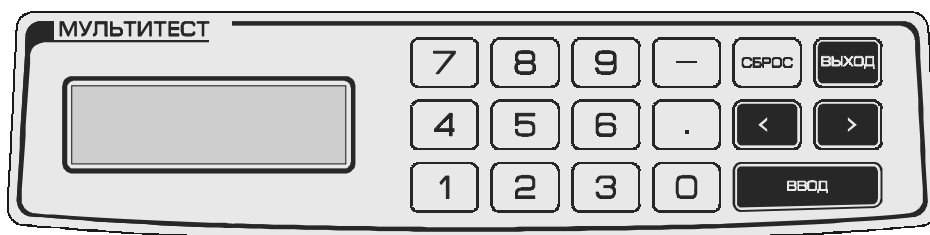

Рис. 1. Вид лицевой панели.
3.1.2. Клавиатура расположена справа на лицевой панели прибора (рис.1) и предназначена для ввода информации. Клавиатура содержит цифровые клавиши, клавишу "." (далее ТОЧКА), клавишу "-" (далее МИНУС), служебные клавиши СБРОС, ВВОД, ВЫХОД, "←" и "→" (ВЫБОР).